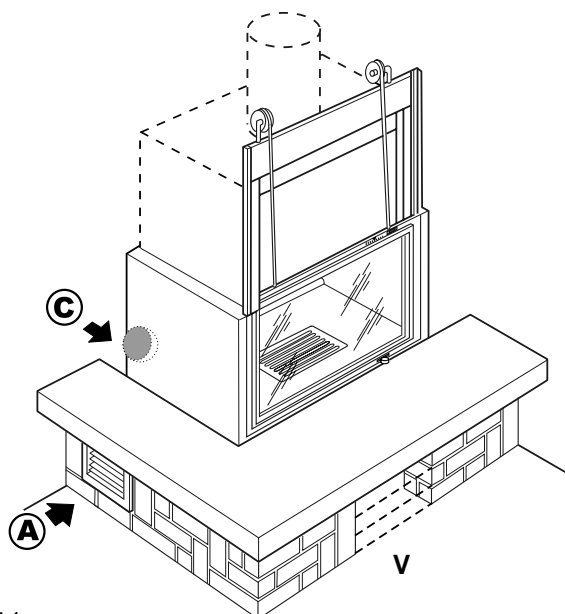
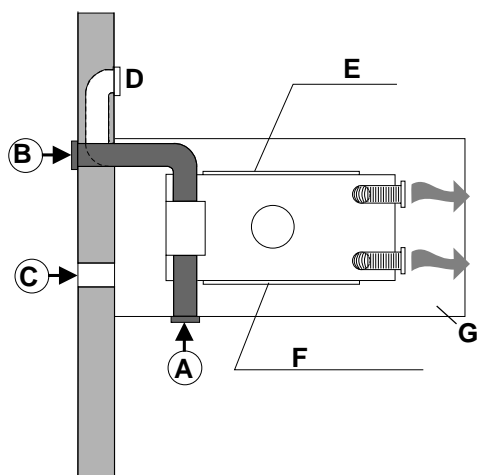

Fig. 5.5.1
Fig. 5.5.4
(C) → Realizzare la presa aria comburente esterna con \varnothing 20 cm di sezione utile, sotto il piano fuoco (non è necessario intubare la presa d'aria comburente fino al braciere). L'aria verrà utilizzata sia per la **combustione** che per il **circuito di riscaldamento** (Fig. 5.5.1: **V**-vano portalegna).
(A) → Per locali di ampiezza superiore a 25 m² si consiglia di realizzare anche una griglia per il ricircolo dell'aria ambiente (**A**) a lato del rivestimento o utilizzare l'eventuale vano porta legna (Fig. 5.5.1).
C → Make the external combustion air intake with a useful diameter of 20 cm, under the fire bed (it is not necessary to run the combustion air intake pipe all the way to the grate). The air will be used both for **combustion** and for the **heating circuit** (Fig. 5.5.1: V-wood compartment).
A → For rooms greater than 25 m² it is advisable to provide a room air recirculation grille (**A**) alongside the cladding or use the wood compartment if there is one (Fig. 5.5.1).
• In Fig. 5.5.4 (**D**-eventuale **B** per casi "tutto ricircolo", **E**-lato portina scorrevole, **F**-lato portina fissa, **G**-rivestimento) sono riportati esempi di collegamento ventilatore per Monoblocco bifacciale. Le caratteristiche e i riferimenti delle prese aria sono uguali a quelli delle figg. 5.5.1, 5.5.2, 5.5.3.
• Fig. 5.5.4 (**D**-may be **B** for "all recycle" cases, **E**-sliding door side, **F**-fixed door side, **G**-cladding) shows fan connection examples for double-faced monobloc. The characteristics and the references of the air intakes are the same as those shown in figs. 5.5.1, 5.5.2, 5.5.3.
(C) → Die der externen Verbrennungsluft mit einem nutzbaren Querschnitt mit 20 cm Durchmesser unter der Feuerstelle (es ist nicht notwendig, ein Rohr von der Öffnung der Verbrennungsluft zum Feuerraum zu benutzen) ausführen. Die Luft wird sowohl für die **Verbrennung** als auch für die **Wärmekreislauf** (Abb. 5.5.1: **V**-Raum zur Holzaufbewahrung) benutzt.
(A) → Für Räume über 25 qm, ist es angezeigt, ein Gitter für die Luftzirkulation des Raumes **(A)** an der Seite der Verkleidung anzubringen oder den eventuellen Raum zur Holzaufbewahrung (Abb. 5.5.1) zu benutzen. Für Anschlüsse über 1 Meter, empfiehlt es sich, den Durchmesser für die Luftöffnung um 20% zu vergrößern.
• In der Abb. 5.5.4 (**D**-eventuell, **B** für "komplette Zirkulation", **E**-Seite Schiebetür, **F**-feste Tür, **G**-Verkleidung) sind Beispiel des Ventilatoranschlusses für zweiseitigen Monoblock angegeben. Die Merkmale und die Luftöffnungen sind die gleichen wie in den Abb. 5.5.1, 5.5.2 und 5.5.3.